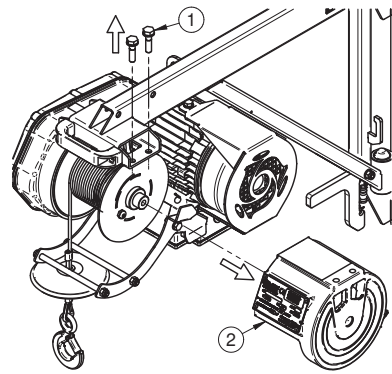

Fig. 4.1
1) smontare il tamburo svitando le 2 viti Rif.1 Fig.4.1 e togliendo il supporto tamburo Rif.2 Fig 4.1